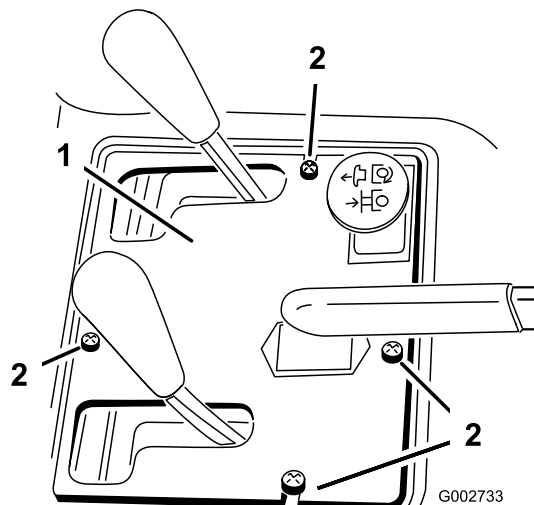

Figure 35
2. Retirez les (4) vis qui fixent le panneau de commande au cadre (Figure 35).